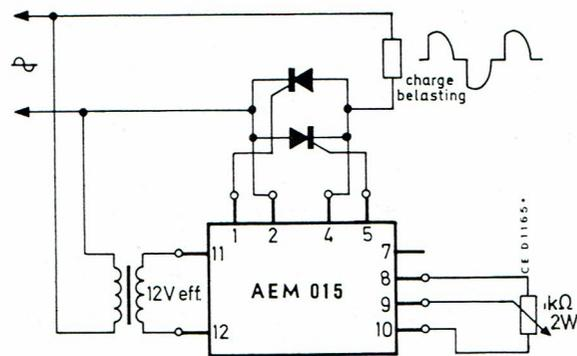
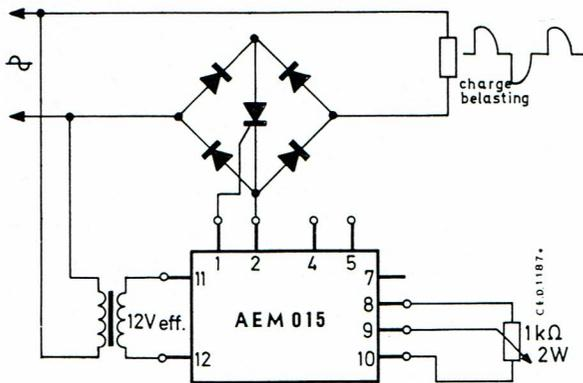

Fig. 19 — Alimentation alternative régulée par deux thyristors en tête-bêche
Fig. 20b — Variante de la figure 20a utilisant 1 thyristor et 4 diodes
1. Alimentation en alternatif (figures 19 à 22)
Un premier schéma de principe utilise deux thyristors en tête-bêche, selon la figure 19. Un deuxième schéma utilise deux thyristors et deux diodes, selon la figure 20. Une variante de ce schéma, la figure 20b, utilise un seul thyristor et quatre diodes.